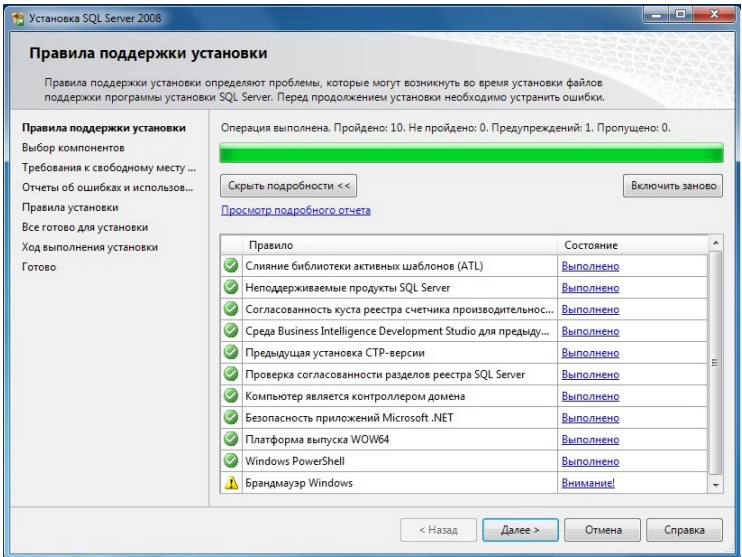

рис. 31
2.9 Нажать кнопку «Показать подробности» и убедиться, что все проверки успешно пройдены. Если будут обнаружены какие-то проблемы, то необходимо их устранить и запустить повторную проверку кнопкой «Включить заново». Затем нажать кнопку «Далее» (рис. 31):